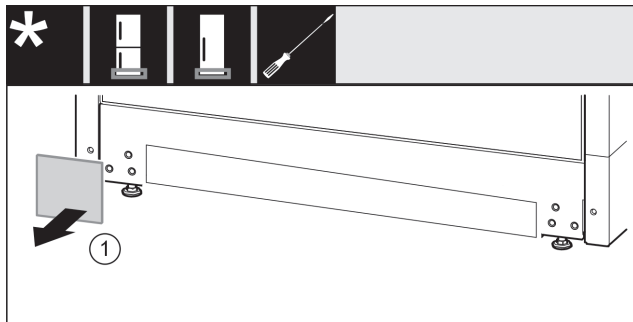

Fig. 13
- Abdeckung abnehmen. Fig. 13 (1)